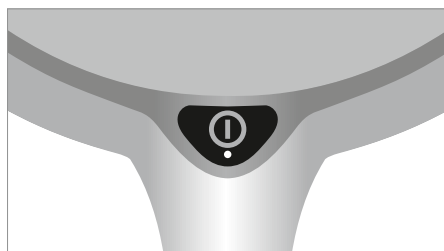

Fig. 6: Tecla.
- Pulse la tecla, ver fig. 6.
- Pulse la tecla y manténgala pulsada, ver fig. 6.
- Pulse la tecla dos veces en rápida sucesión, ver fig. 6.